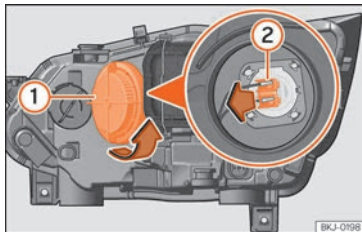

Fig. 101 En el vano motor: lámpara de luz de carretera.
- Gire la tapa (1) hacia la izquierda y sáquela » » » fig. 101.
- Extraiga el conector de la lámpara (2) tirando hacia afuera.
- Coloque el conector de la lámpara (2).
- Coloque la tapa (1) girando hacia la derecha.